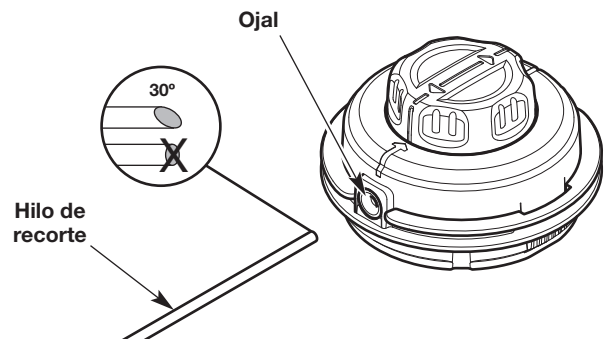
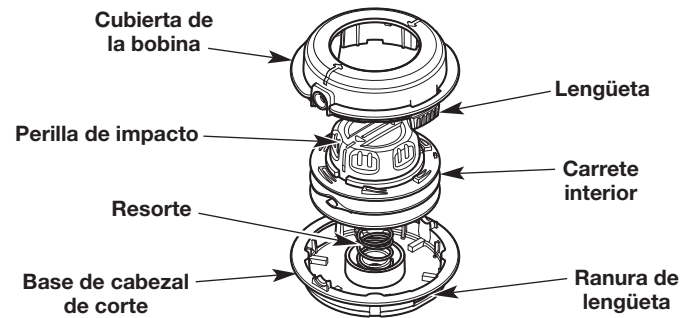

Fig. 17
Fig. 20
- Corte dos largos de 10 pies (3.0 m) de hilo de recorte nuevo. Corte un extremo de cada hilo en un ángulo de 30° (Fig. 17).
- Enhebre uno de los hilos por uno de los ojales del cabezal de corte (Fig. 17). Utilice el extremo angulado y empuje el hilo para que entre unas 3 pulgadas (7.5 cm). Repita este proceso con el otro hilo y el ojal restante.
- c. Mientras sostiene el destornillador en el lugar, gírelo suavemente para destrabar la lengüeta del panel de las ranuras (Fig. 20).
- d. Retire la cubierta de la bobina (Fig. 20). **NO** extraiga el resorte de la base del cabezal de corte (Fig. 20).
- e. Empuje la perilla de impacto a través de la cubierta de la bobina. (Fig. 20). Si los ojales se salen, reinserte los ojales en la cubierta de la bobina (Fig. 17).
**NOTA:** **NO** separe la perilla de impacto del carrete interior (Fig. 20).
- g. Utilice una tela limpia para limpiar el carrete interior, la base de cabezal de corte y la cubierta de la bobina (Fig. 20).
- h. Inserte la perilla de impacto y el carrete interior en la cubierta de la bobina (Fig. 20).
- i. Alinee las lengüetas de la cubierta de la bobina con las ranuras de la base del cabezal de corte (Fig. 20). Empuje la cubierta de la bobina sobre la base del cabezal de corte hasta que las dos lengüetas queden insertadas a presión.